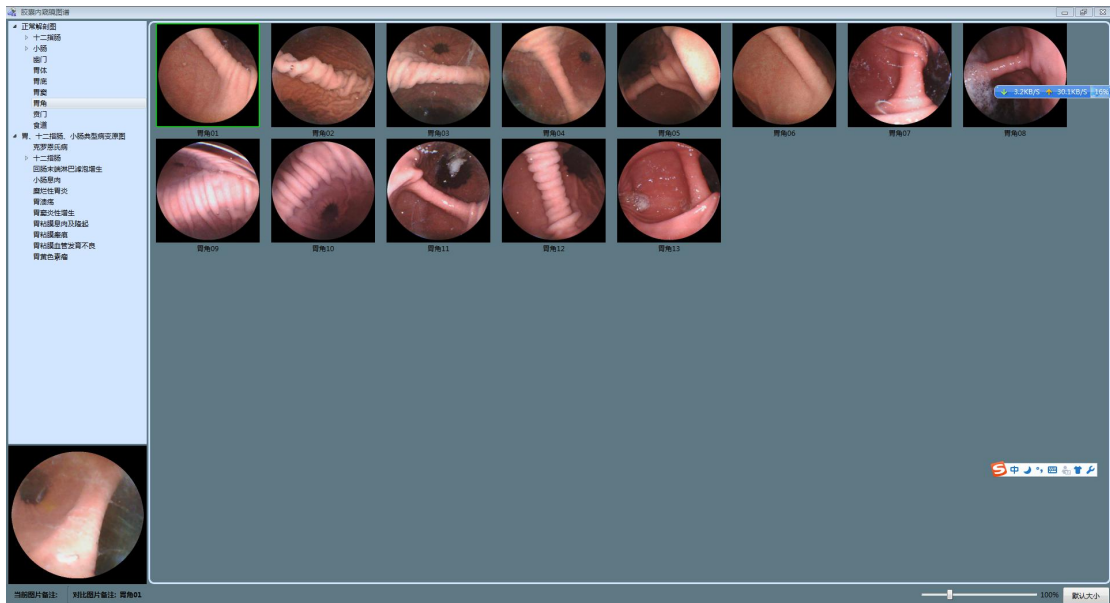

图 4-121 胶囊内窥镜图谱界面
1. 进入图 4-12 图片浏览界面，打开录像文件后，双击 1 张缩略图区域的图片，点击**工具**→**胶囊内窥镜图谱**，进入图 4-121 胶囊内窥镜图谱界面。